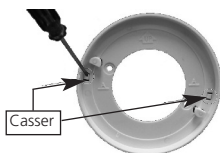
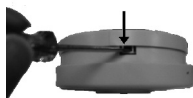

FIGURE 5
FIGURE 6
- 6). Dispositif anti-démontage : Pour rendre le détecteur de fumée inviolable, un dispositif anti-démontage a été prévu. Activez le dispositif anti-démontage en cassant l'obturateur à l'intérieur de la couronne d'habillage (voir Figure 5). Dès que les obturateurs sont cassés, la languette anti-démontage peut s'engager dans le support de montage. Faites tourner le détecteur sur le support de montage jusqu'au déclic sonore indiquant que la languette anti-démontage est enclenchée, verrouillant alors le détecteur sur le support de montage. Utilisez le dispositif anti-démontage permettra de décourager les enfants ou quelqu'un d'autre de retirer le détecteur du support. REMARQUE : Pour retirer le détecteur une fois la languette anti-démontage engagée, enfoncez la languette avec un tournevis et dévissez le détecteur du support (voir Figure 6).
Si vous avez utilisé le dispositif anti-démontage, reportez-vous à la Figure 6 du chapitre 3 pour les instructions de dépose du détecteur.